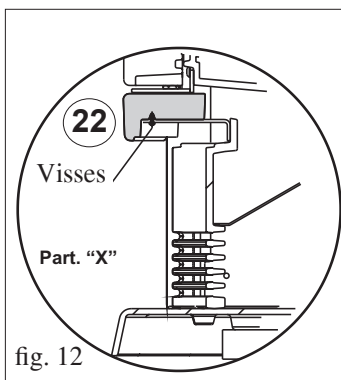

fig. 12
- Dévisser, avec la clé à six pans fournie, les vis de blocage de la grille inférieure en fonte (43) et l'enlever.
- Positionner la façade (22) et la fixer avec les 2 vis M6x12 (en utilisant la clé à six pans) comme indiqué dans le détail "X" (fig. 12).